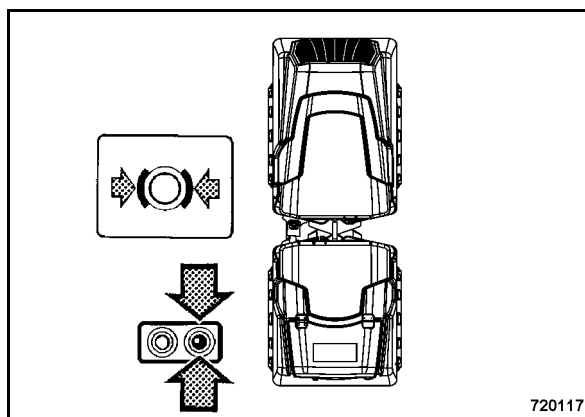

Рис. 39
- Установить рычаг движения (Рис. 39) в среднее положение. Машина тормозит.